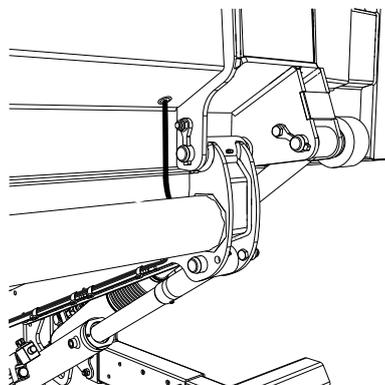
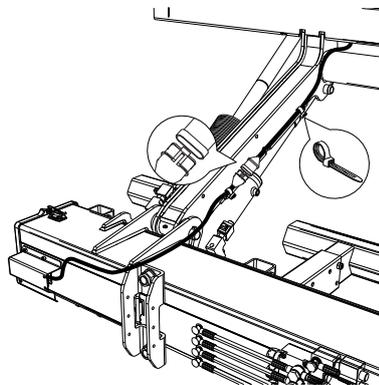
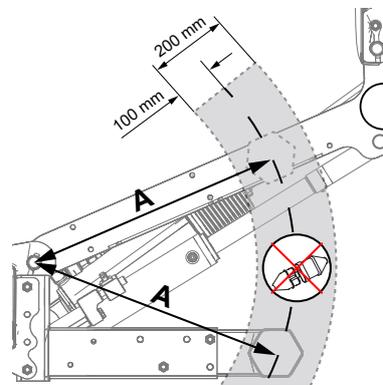

Figura 77. Montaje del cableado
Figura 78. Montaje del cableado
Figura 79. Ubicación del conector rápido
2. Tender el cable y montar con una abrazadera de plástico como se indica en Figura 77 y Figura 78. El conector rápido debe colocarse de tal manera que no entre en conflicto con la protección contra empotramiento durante el movimiento del brazo primero. Medir la distancia (A) desde el centro del eje del brazo primero hasta el centro de la protección contra empotramiento, véase Figura 79.
3. Medir la misma distancia (A) en el brazo primero, véase Figura 79.
4. A continuación, colocar el conector rápido al menos 100 mm fuera o dentro de la medida obtenida (B), véase Figura 79.